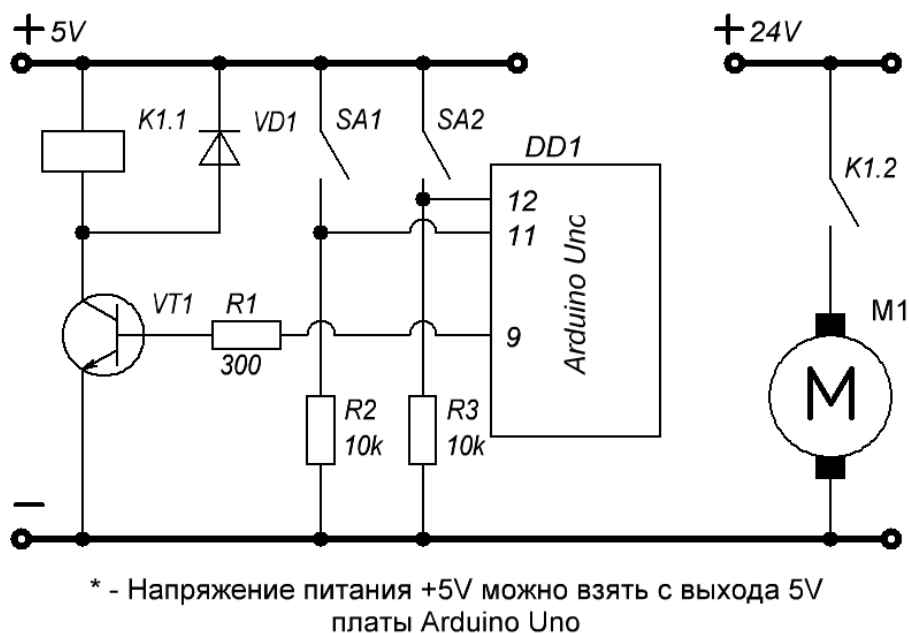

Рис. 28. Схема для сборки
1. В облачной среде *Tinkercad* собрать и запрограммировать устройство управления электродвигателем (рис. 28).